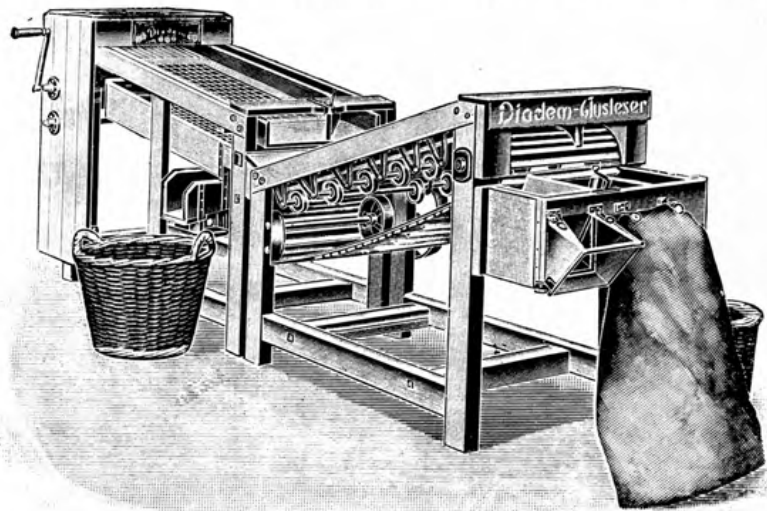

Fig. 242. Kartoffel-Reinigungs-, Sortier- und Auslesemaschine „Dreyers Diadem“, von der Auslauflseite gesehen. Text auf Seite 211.
2. Die Ausleseeinrichtung der Firma Heinrich Wilhelm Dreher in Osnabrück. Fig. 241 zeigt diese Auslesemaschine zu „Dreher's Diadem“. Sie ist durch D. N. G. M. Nr. 564 772 und 575 687 geschützt. Hier werden die Kartoffeln, was in Fig. 241 deutlich zu erkennen ist, von einem Förderband weiter bewegt. Sie rollen also nicht, wie bei anderen Maschinen, über einen Kottisch. Die Verwendung eines Förderbandes hat entschieden den großen Vorteil, daß jede Kartoffel mit gleicher Geschwindigkeit, also nicht eine rascher, die andere langsamer, an den Augen der auslesenden Person vorübergeführt wird. Dadurch kann natürlich die Auslesearbeit zuverlässiger geschehen. Es ist nur die Frage, ob der Vorteil der ruhigen Lage nicht dadurch hinfällig gemacht wird, daß die Möglichkeit besteht, daß Kartoffeln mit einzelnen schadhafte Stellen übersehen werden können, weil diese Stellen an der dem Auge abgekehrten Seite der Knolle sich befinden, während beim Rollen der Kartoffeln nach und nach jede Seite der Kartoffel an dem Auge vorbeigeführt wird. In Fig. 242 ist der „Diadem-Ausleser“ von der Seite des Auslaufes der Kartoffeln nochmals dargestellt.